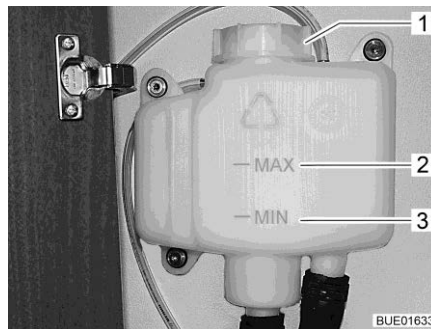

Fig. 305 Vase d'expansion sans cache
- Contrôler si le liquide se trouve entre les marques "MIN" (Fig. 305,3) et "MAX" (Fig. 305,2) sur le vase d'expansion (Fig. 305).
- Ouvrir le bouchon du vase d'expansion (Fig. 305,1).